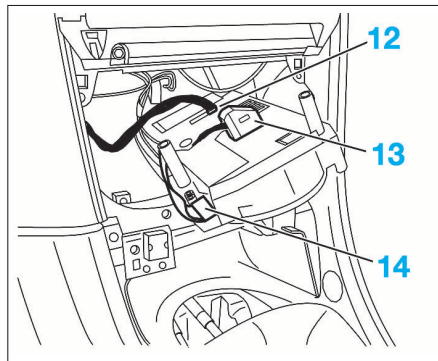

FIG. 9
- Débrancher les connecteurs électriques (12, 13 et 14) (Fig.9).